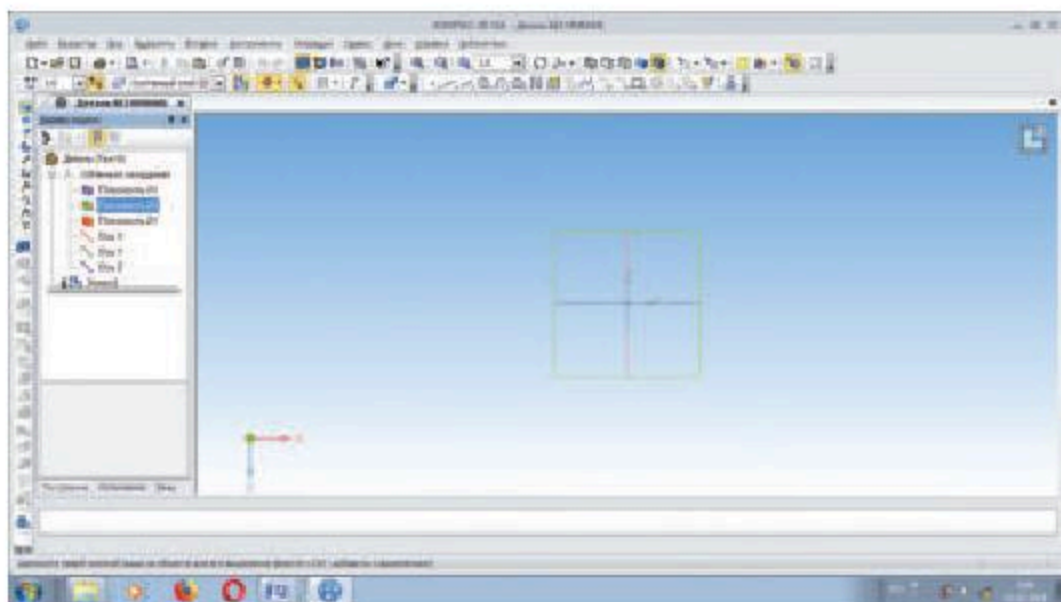

Рис. 17.2
2. Если нажать кнопку **плоскость ZX** на левой стороне, где расположена панель **Дерево построения**, то плоскость **XOZ** будет готова для построения чертежа (рис. 17.2). После нажатия кнопки **Эскиз** можно переходить от аксонометрической проекции к построению плоского изображения, в частности, изображения, получающегося на плоскости **XУ**.